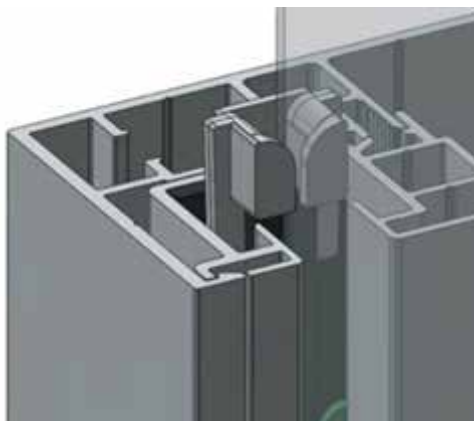
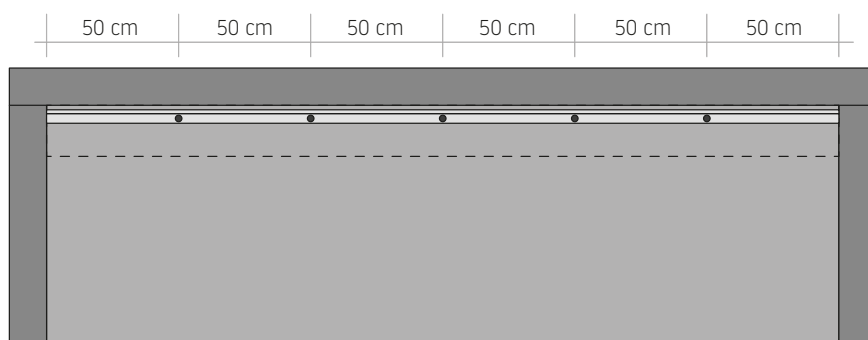

Fig. 33 Mise en place du ZIP dans le inlay
Fig. 34 Vissage du caisson au profilé
- Installez le caisson sur les coulisses, dans le cas d'un RS SMART 130, vissez les éléments de la fixation murale au profilé (Fig. 35.). N'oubliez pas de passer le ZIP a travers le inlay (Fig. 33.) Dans le cas d'un RS SMART 100, vissez le caisson au profilé. L'espacement des vis est de 50 [cm]. (Fig. 34).